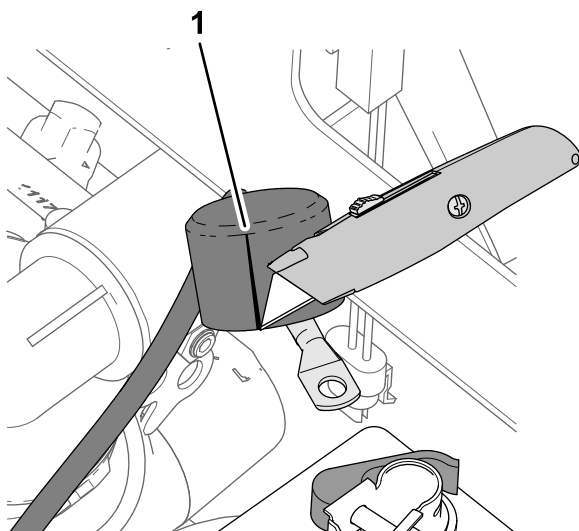

図 210
1. バッテリーのプラスケーブルに、図 210 のように絶縁カバーを取り付ける。